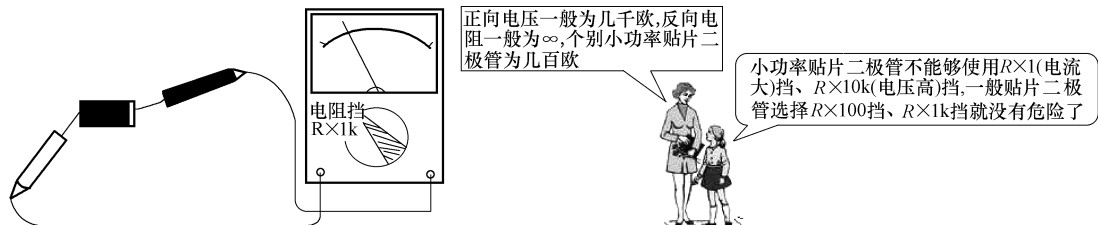

图 3-15 测电阻
1) 测电阻——测量正反电阻, 差异较大为正常。特殊贴片二极管可以根据其特殊性来“融造”其特殊环境, 查看其特殊性是否正常即可判断。示意如图 3-15 所示。